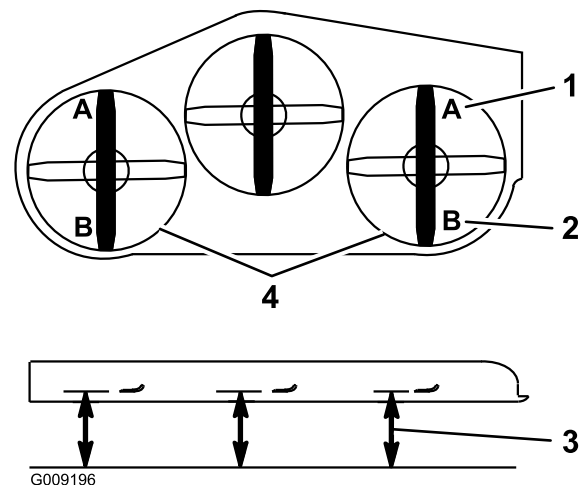

Figura 77
9. En ambos lados de la carcasa, mida desde la superficie nivelada hasta la punta delantera de la cuchilla (Posición A), según se muestra en la Figura 77.
16. En ambos lados de la carcasa, mida desde la superficie nivelada hasta la punta trasera de la cuchilla (Posición B), según se muestra en la Figura 77.